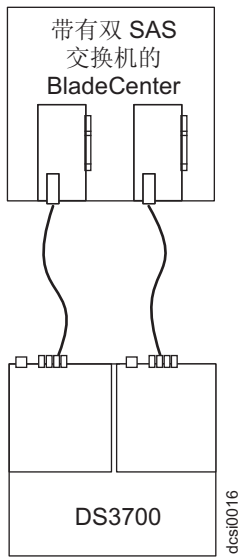

图 44. 连接到单个 BladeCenter 单元的 DCS3700 的示例
2. 要创建冗余主机连接, 请从第二个 SAS 连接模块将 SAS 电缆连接到 DCS3700 中另一个控制器上的主机接口。在双控制器 DCS3700 中, 最多只可创建两个冗余主机连接: 从 BladeCenter 到 DCS3700 控制器主机端口各一个连接, 如第 68 页的图 44 中所示。